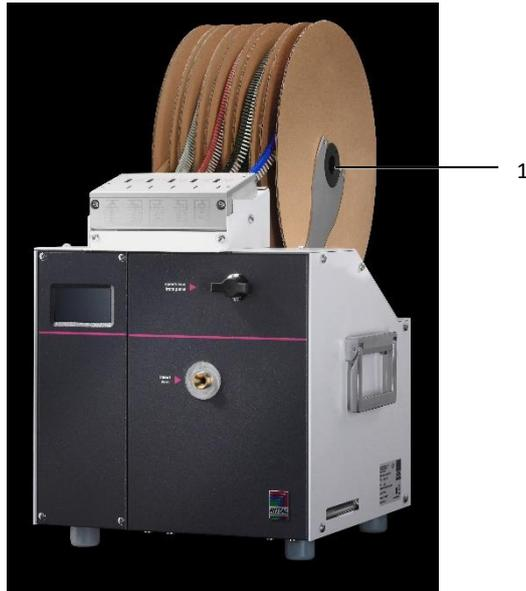

Abb. 8: Position Aderendhülsenrolle
- Setzen Sie die Aderendhülsenrollen (Abb. 8, Pos. 1) so auf, dass ein Abrollen von unten nach vorne sichergestellt ist.